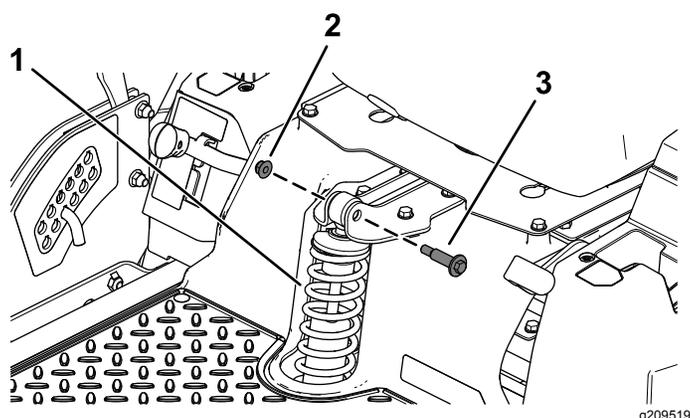

Figure 2
1. Retirez les 2 boulons et les 2 écrous à embase (3/8") qui fixent le ressort avant existant (Figure 2).
2. Déposez le ressort avant existant (Figure 2).
Fixez le nouveau ressort avant à l'aide des 2 boulons et des 2 écrous à embase (3/8") retirés précédemment, comme montré à la Figure 2.